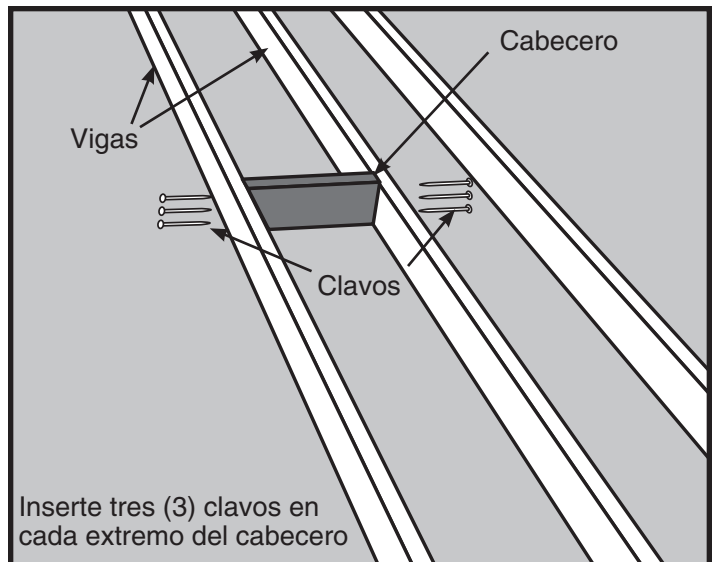

Figura 12
PASO 3. Coloque uno de estos cabeceros en un extremo de la ubicación elegida (vea la Figura 12). El cabecero debe ajustar perfectamente entre las vigas. Martillelo hasta su posición si fuera necesario; si a su longitud le sobra más de 1.6 mm (1/16"), recórtelo. Si a su longitud le falta más de 1.6 mm (1/16"), corte otro trozo.
PASO 4. Ponga el cabecero a escuadra respecto a una viga e inserte tres (3) clavos 16d en el cabecero, a través de la viga. Verifique la escuadra e inserte tres (3) clavos 16d en el cabecero, a través de la otra viga (vea la Figura 12). **Es muy importante que la tabla utilizada como cabecero esté verticalmente a plomo y horizontalmente a escuadra con las vigas laterales.**